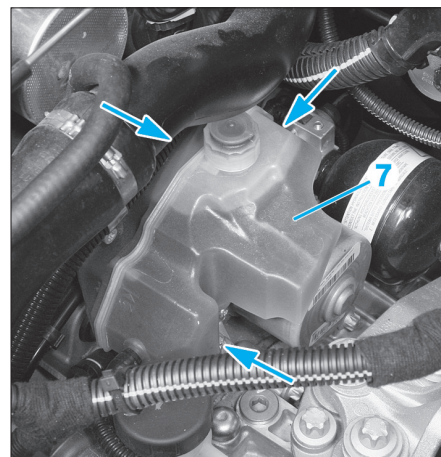

Fig. 10
- Déposer le réservoir de liquide du circuit hydraulique (huile CS-Speed) (7) (flèches) (vis de longueurs différentes) (Fig.10).